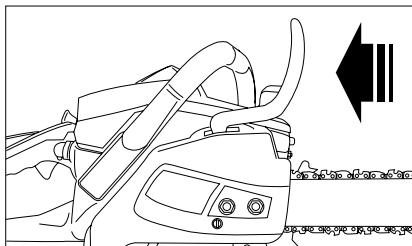

Fig. 4
2. Posizionate il pannello del freno a catena in posizione di lavoro, tirando la leva verso di se'. Assicuratevi che la catena ruota attorno al pneumatico (fig. 4).